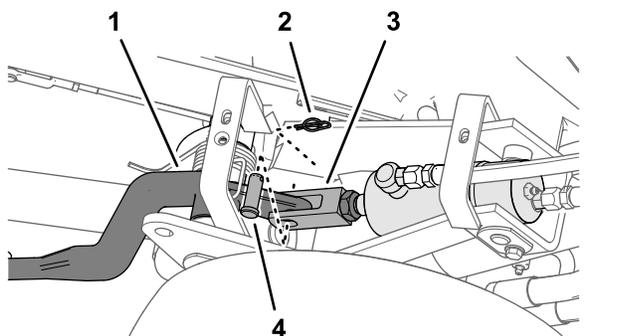
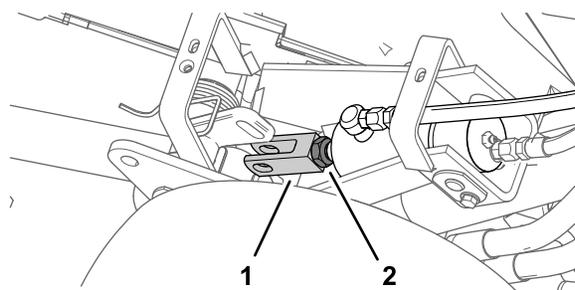

図 53
図 54
- 調整する昇降シリンダのクレビスフィッティングを固定しているジャムナットをゆるめる 図 53。
- リテーナピンとクレビスピンを抜き取る 図 53。
- クレビスを回して適当な高さにする 図 54。
- クレビスフィッティングを昇降アームに組み付けてクレビスピンとリテーナピンで固定し、ジャムナットを締め付ける 図 53と図 54。